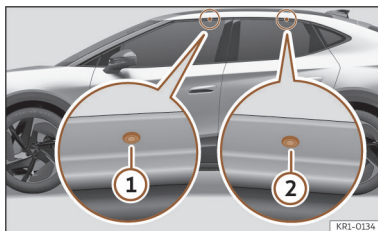

Fig. 171 Pontos de fixação das barras longitudinais para a bagageira do tejadilho.
Os pontos de fixação dianteiros e traseiros ① e ② só se podem ver com as portas abertas >>> **Fig. 171.**